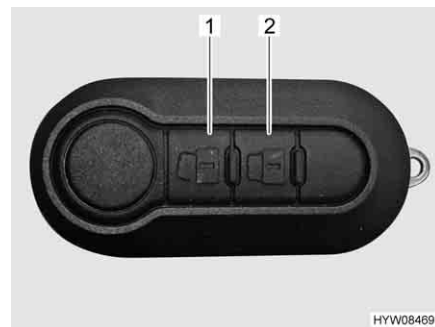

Bild 40 Fjärrstyrning centrallås
- Tryck en gång kort på knapp  (Bild 40,1). Dörlåsen är upplåsta.
- Tryck en gång kort på knapp  (Bild 40,2). Dörlåsen är låsta.